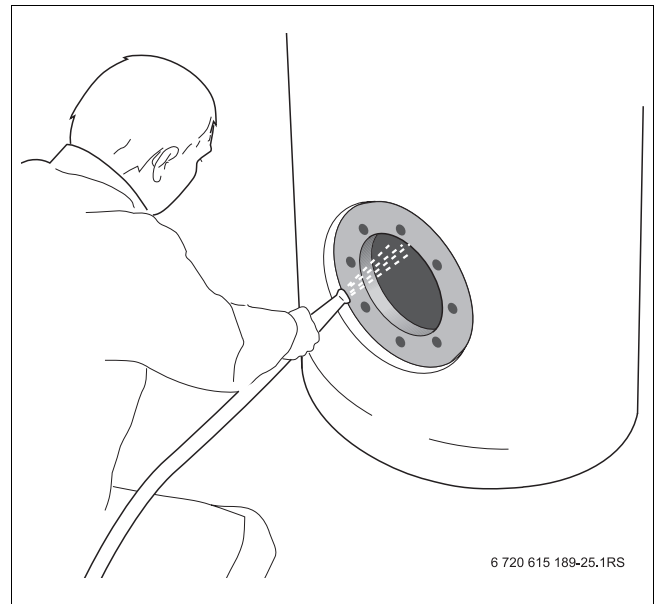

Fig. 11 Rincer le préparateur au jet d'eau
- Pulvérisez la partie interne du préparateur avec un jet d'eau froide « puissant » (env. 4 – 5 bar de surpression) (→ fig. 11).